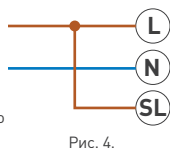

Рис. 4.
- 3.6. Для работы указателя в постоянном режиме подключите провод фазы также к клемме SL, (рис. 4).